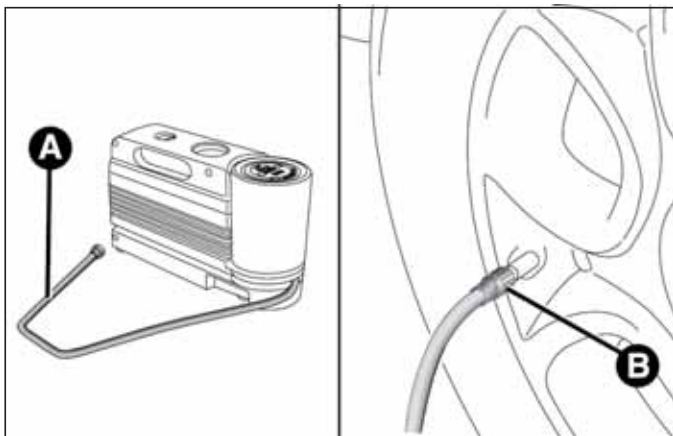

fig. 166
- ☐ **Accionar el freno de mano.** Aflojar el capuchón de la válvula del neumático, extraer el tubo flexible de llenado A fig. 166 y apretar la corona B en la válvula del neumático;